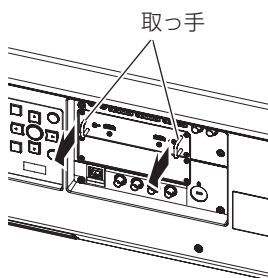

図 1
1) スロットカバーを取り外す (図 1)
1) インターフェースボードを取り外す (図 1)